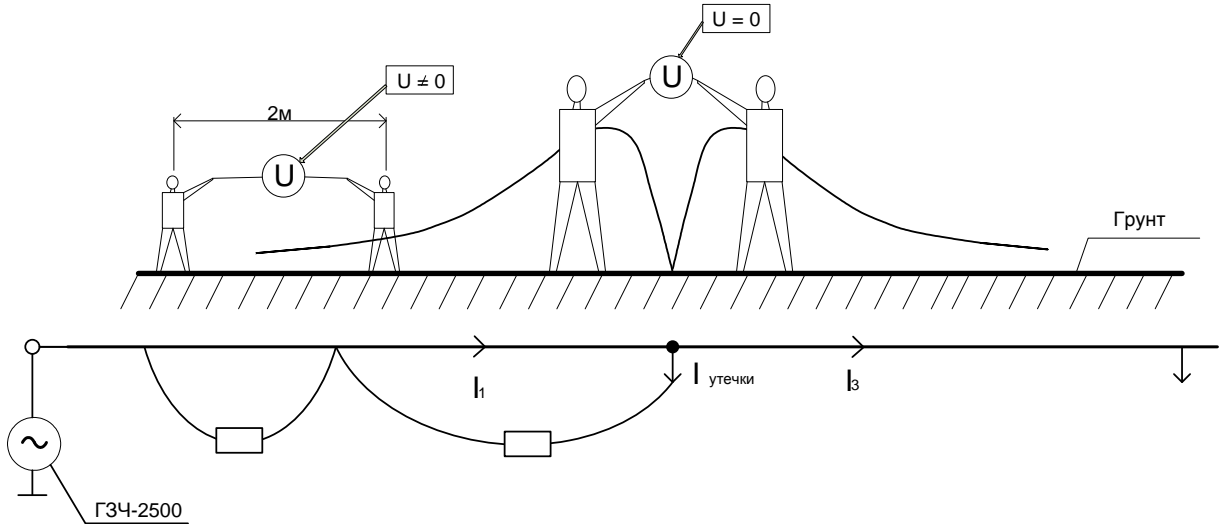

Рис. 3
3. Если подключить контакты П 806 к двум человекам, идущим над кабелем, (рис.3), то над повреждением будет минимальный сигнал.